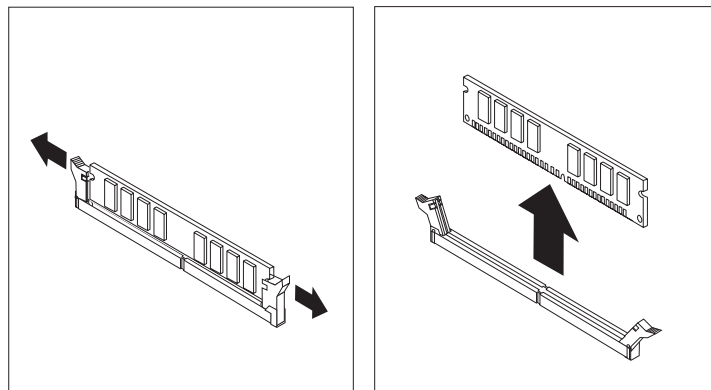

图 29. 卸下内存条
4. 如图所示，打开固定夹以卸下要更换的内存条。请参阅图 29。